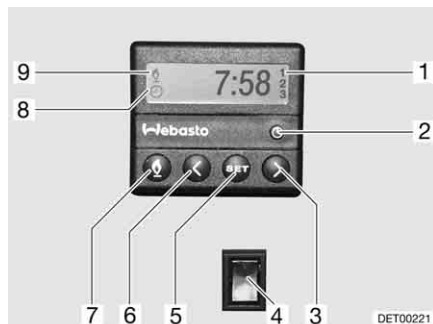

Fig. 120 Centralina di controllo per riscaldamento fisso
- Premere il tasto (Fig. 120,7). Il funzionamento del riscaldamento viene indicato con il simbolo (Fig. 120,9). La ventola viene inserita solo quando la temperatura dell'acqua di raffreddamento è pari a 30 °C.
- Premere il tasto (Fig. 120,7). Il simbolo (Fig. 120,9) si spegne.
- Premere l'interruttore (Fig. 120,4) in basso. Il motore viene preriscaldato. La ventola viene inserita immediatamente.
- Premere l'interruttore (Fig. 120,4) in alto. Il motore rimane freddo.
- Premere il tasto (Fig. 120,2). L'impostazione dell'ora viene indicata con il simbolo (Fig. 120,8).
- Impostare l'ora con i tasti (Fig. 120,3 e 6).
- Premere il tasto (Fig. 120,5).
- Impostare l'orario di accensione con i tasti (Fig. 120,3 e 6) entro 10 secondi.
- Premere il tasto (Fig. 120,5) fino a che nel display (Fig. 120,1) non appare il numero di programmazione desiderato.